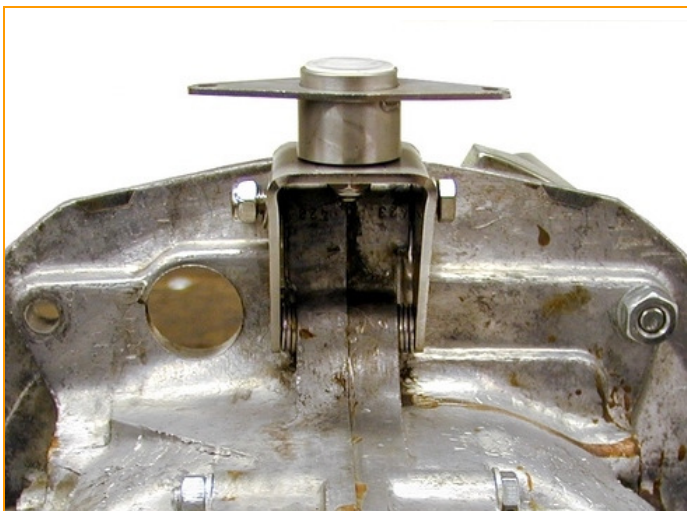

Fig.1
- Install the main bellcrank assembly mounts at the engine and fix it with bolt M8 and washer M8. (Fig.1)
- Nehmen Sie den Drehbock und setzen ihn mit einer Schraube M8x60, Nuss SW13 und Unterlegscheibe am Motor auf. (Fig.1)